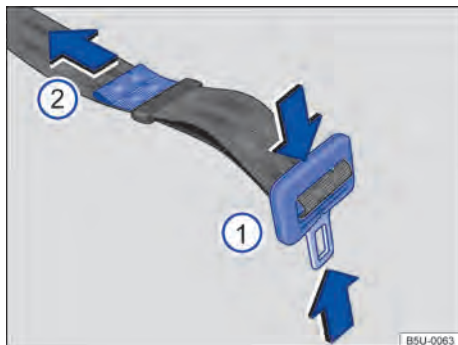

Fig. 38 Ajustar o cadarço do cinto de segurança subabdominal.
- Pressionar a lingueta na direção das setas → Fig. 38 ① e alongar totalmente o cinto de segurança.
- Apertar a lingueta contra o fecho do cinto de segurança e puxar a extremidade → Fig. 38 ② no sentido da seta, até atingir uma folga máxima de 5 cm (3 dedos) na região pélvica.